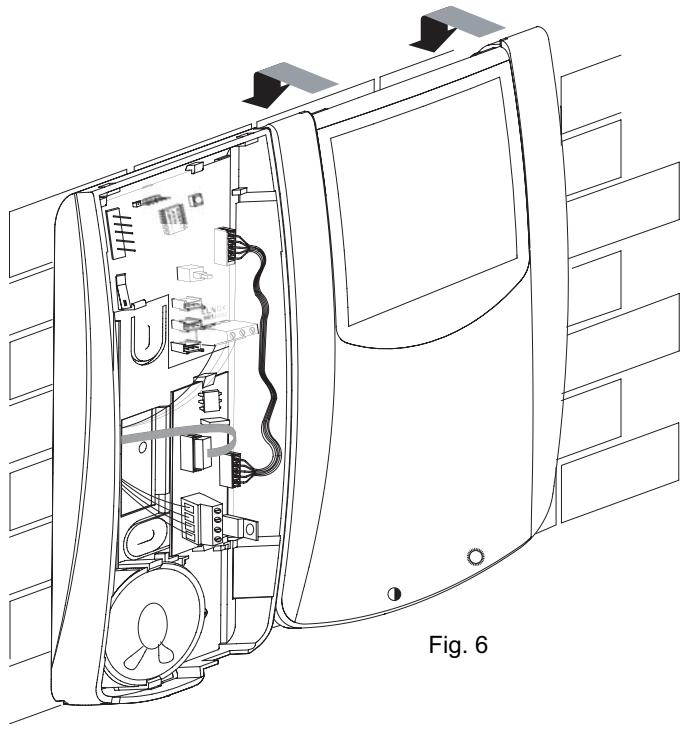

Fig. 6
- Collegare il cablaggio del monitor alla scheda di connessione tramite il connettore CN2 della scheda (vedi fig. 6).
- Inserire il monitor appoggiandolo nelle apposite sedi e tirandolo verso il basso fino al suo completo bloccaggio (vedi fig. 6).
- Connect the monitor cabling to the connecting card by means of card connector CN2 (see Fig. 6).
- Insert monitor laying it on proper seats and pulling it downward until its complete locking (see Fig. 6).
- Brancher le câble du moniteur à la carte de raccordement au moyen du connecteur CN2 de la carte (voir Fig. 6).
- Insérer le moniteur en l'appuyant sur les emplacements appropriés et en le tirant vers le bas jusqu'à son complet blocage (voir fig. 6).
- Das Monitorkabel durch den Karteverbinde CN2 an die Anschlusskarte anschließen. (siehe Abb. 6).
- Lehen den Monitor an die passenden Sitze und ihn (durch dessen Ziehen nach unten bis zu seiner vollkommener Sperre) einsetzen (siehe Abb. 6).
- Conectar el cable del monitor a la ficha de conexión por medio del conector CN2 de la ficha (ver Fig. 6).
- Insertar el monitor apoyándolo en los asientos apropiados y jalándolo hacia abajo hasta su completo bloqueo (ver Fig. 6).
- Ligar o cabo do monitor à placa de ligação através do conector CN2 da placa (ver Fig. 6).
- Inserir o monitor apoiando-o nas sedes apropriadas e tirando-o para baixo até o suo completo bloqueio (ver fig.6).